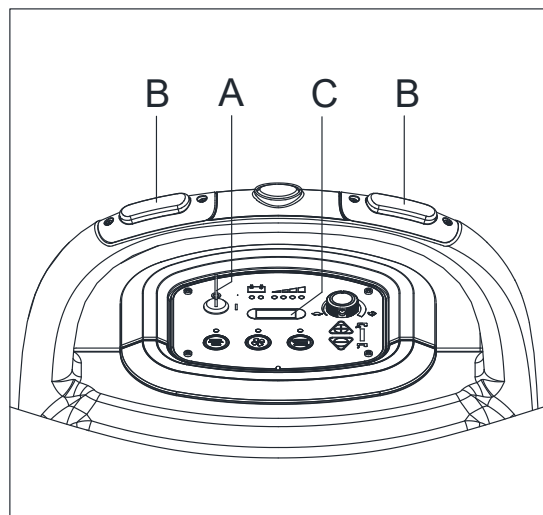

Рисунок 22
1. Поверните ключ зажигания (А, Рисунок. 22) на "I".
1. Поверните ключ зажигания (А, Рисунок 22) на "0".